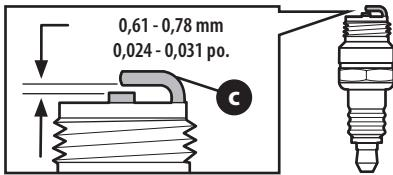

Figure 14
- Mesurez l'écartement de la bougie avec une jauge d'écartement. Ajustez au besoin en pliant l'électrode de côté (c) (Figure 14). L'écartement doit être de 0,024 à 0,031 po.